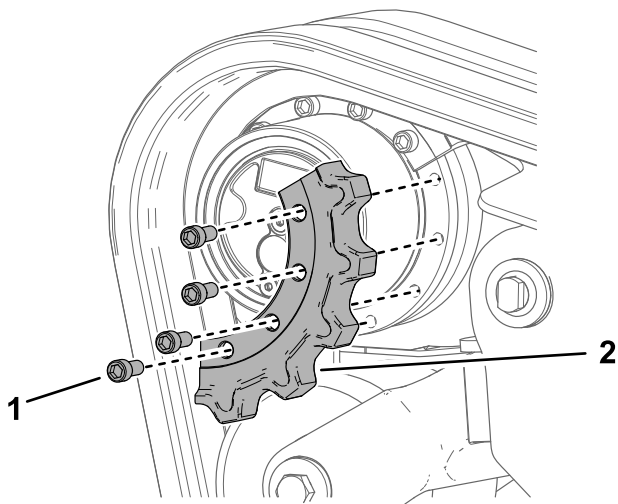

Figura 75
- Retire el segmento del piñón (Figura 75).
- Aplique fijador de roscas a los pernos de uno de los segmentos del piñón de arrastre que retiró e instale el segmento del piñón (Figura 75). Apriete los pernos a 247–301 N·m (182–222 pies-libra).